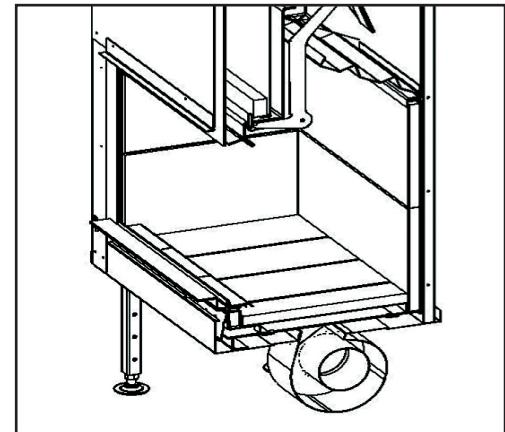

FIG. 4
- L'air de combustion est réglé par des bimétals. Ce système permet de maintenir l'allure régulière du feu. Il augmentera ou diminuera automatiquement la quantité d'air de combustion et cela en fonction de la température du foyer. (Fig.4)